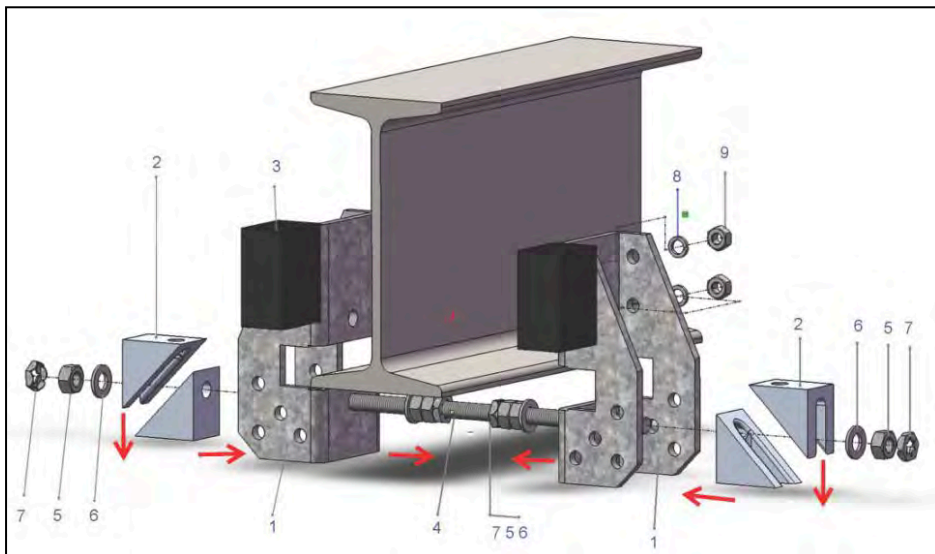

Bild 1 Alternativ 1 för montering på balkens undre fläns. (vanligast)
OBS! Bild 1 och 2 visar INP-balk som har lutande flänsar men balkstoppet är avsett för balk med jämntjocka flänsar enligt bilden på första sidan!
- 2 På gängstången (4) skruvas två låsbrickor (7), fyra sexkantsmuttrar (5) och två planbrickor (6) in mot gängstångens mitt. Lika avstånd från vardera ände. Se bild 1 eller 2.
- 3 Montera balkstoppets båda delar (1) på höger respektive vänster sida av gängstången (4) enligt bild 1 eller 2.
- 4 Klämbackarna (2) monteras sedan på gängstångens ändar enligt bild 1 eller 2. Trä på planbrickorna (6) och skruva på sexkantsmuttrarna (5) samt låsbrickorna (7) enligt bild 1 eller 2. Häng upp enheten försiktigt på balken och skruva åt lätt för hand.
- 5 Montera buffertarna (3) med fjäderbrickorna (8) och sexkantsmuttrarna (9) i läge där åkvagnens plana ytor ska träffa buffertarna. Det finns ett flertal hål att välja mellan för bästa placering.
- 7 Skruva åt de yttre sexkantsmuttrarna (5) på ömse sidor, samtidigt och lika mycket, tills balkstoppen (1) och klämbackarna (2) klämmer åt balkflänsen. Se bilden på första sidan.
- 8 Skruva lätt åt de inre sexkantsmuttrarna (5) mot balkstoppen (1).
- 9 Dra åt de yttre sexkantsmuttrarna (5) med 35 Nm (ca 3,5 kpm) och passa in låsbrickorna (7) samt dra åt.
- 10 Dra åt de inre sexkantsmuttrarna (5) med 35 Nm (ca 3,5 kpm) och passa in låsbrickorna (7) samt dra åt.
- 11 Kapa överlängden på gångstången (4).